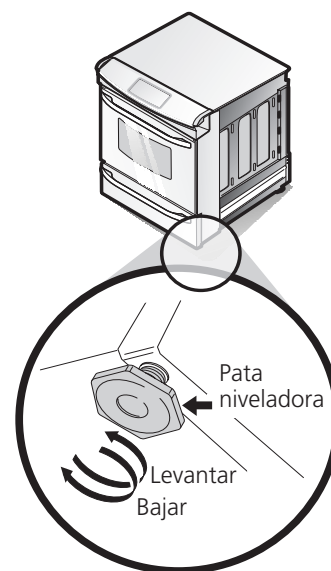

Figura 9
4. Nivele la estufa si es necesario ajustando las cuatro patas niveladoras con una llave (Ver la Figura 9 abajo). Se requiere un espacio libre mínimo de 1/8" (0.8 cm) entre la parte inferior de la estufa y los niveladores de las patas traseras para dejar espacio para los soportes antivuelco.